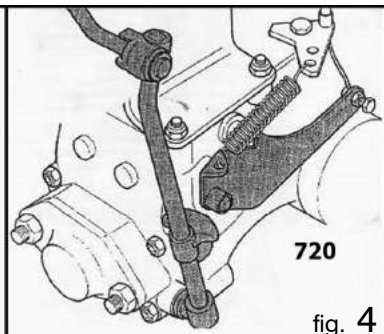

fig. 4
E - Alavanca de conexão da tomada de força (P.T.O)¹. Os motocultivadores vêm equipados com um dispositivo de segurança que impede acionar a fresa e a marcha atrás simultaneamente (veja a fig.4).
- Dispositivo automático que desconecta a marcha atrás do motocultivador para evitar a conexão simultânea da marcha atrás e da fresa em motocultivadores com alavanca de controlo de tomada de força (fig.4 - p.9).